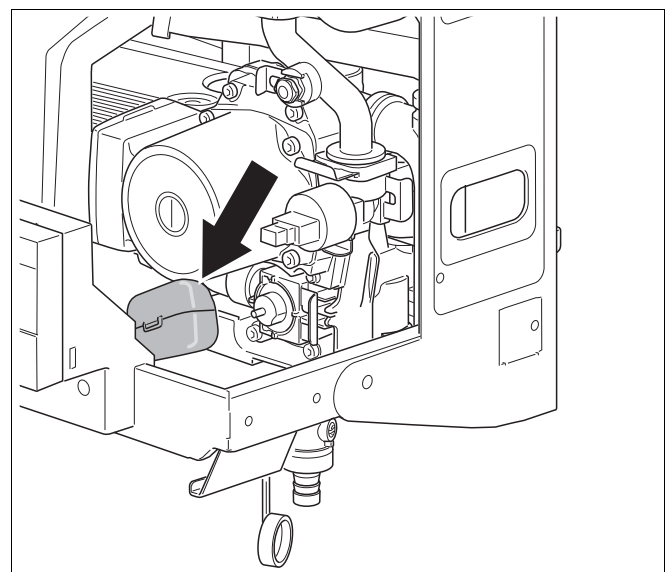

Abb. 20 Zirkulationspumpe anschließen
- Kabel der Zirkulationspumpe im Modul anschließen (Abb. 20). Genauere Informationen entnehmen Sie bitte der „Montageanleitung PZ-Modul BK 15“.